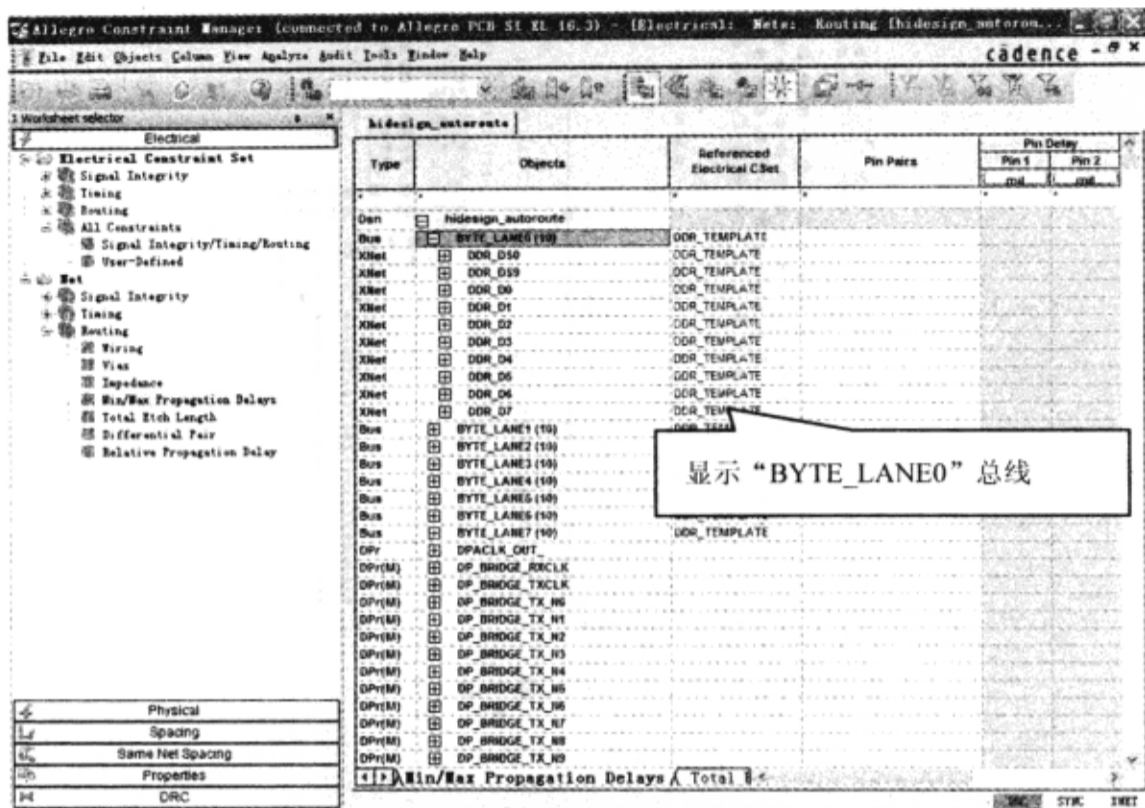

图 4-3-9 约束管理器
(2) 单击 Allegro Constraint Manager 表格中 “Objects” 栏 “BYTE\_LANE0” 前的 “+” 号, 如图 4-3-9 所示。